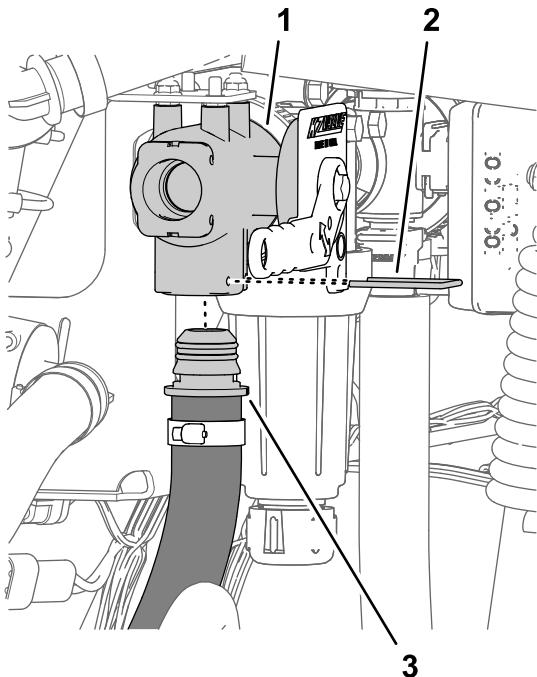

Figura 11
- Allineate il raccordo diritto dentellato del gruppo flessibile della pressione con il foro inferiore della valvola del nebulizzatore e inserite il raccordo diritto fino a quando non è in sede (Figura 11).